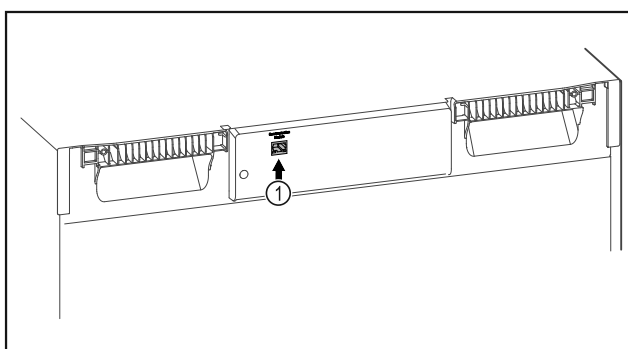

Fig. 96
- ☐ Le SmartModule Fig. 96 (1) est en place.